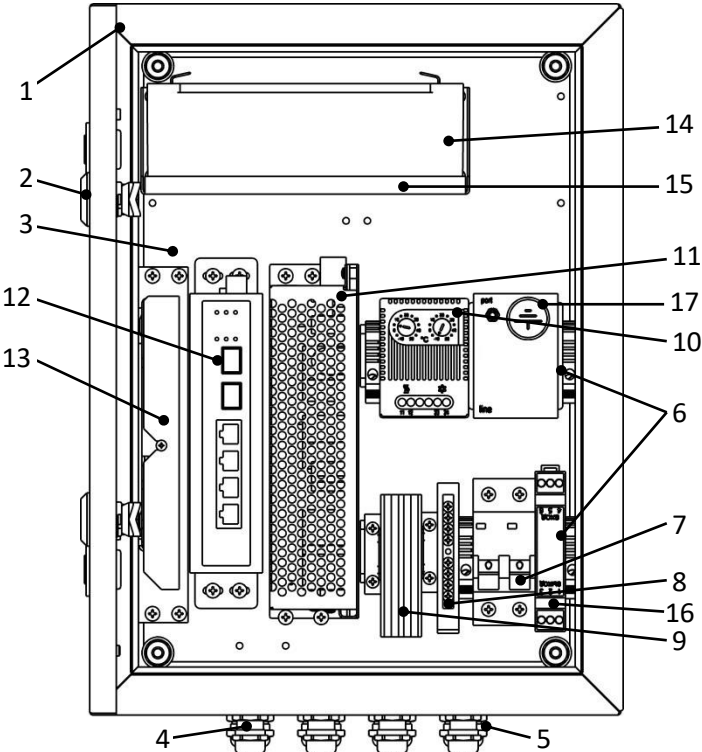

Рисунок 1 – Устройство шкафа
Шкаф представляет собой сварную конструкцию, состоящую из корпуса и дверцы оклеенной уплотнителем, корпус и дверца утеплены изолятором фольгированным. Внутри корпуса на монтажной панели установлено оборудование (см. раздел 2 и рисунок 1), обеспечивающее бесперебойную работу IP-устройств (до 4шт.) с питанием по PoE, передачу данных по оптическому кабелю, а также обогреватель с термостатом и блоки грозозащиты.
2. Комплектация (см. рисунок 1)